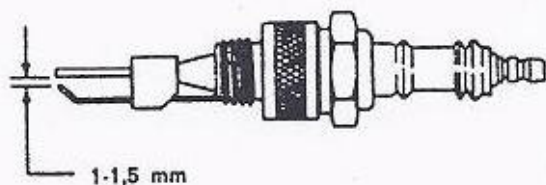

Bild 3
2. Drehen Sie die Elektrode heraus und messen Sie den Abstand (Bild 3). Er soll 1 bis 1,5 mm betragen.